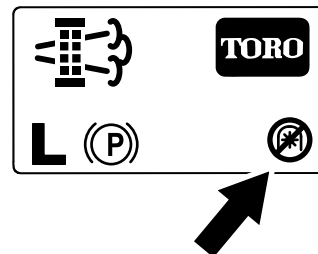

Figura 54
**Nota:** Sulla schermata Home viene visualizzata l'icona di disabilitazione della PDF (Figura 54).
**Nota:** Sulla schermata Home viene visualizzata l'icona di disabilitazione della PDF; fate riferimento a Figura 54 in Messaggi relativi alla rigenerazione parcheggiata \(pagina 48\).